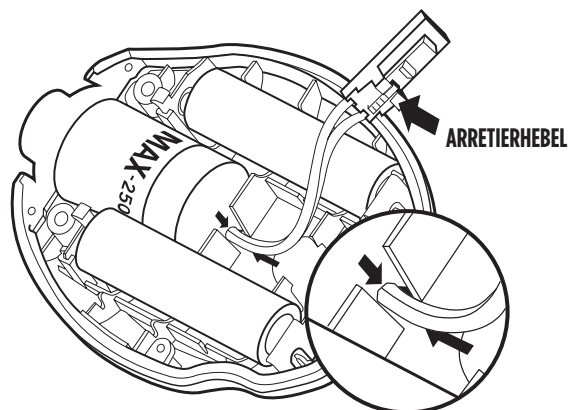

ABBILDUNG 3
**HILFREICHER HINWEIS:** Den neuen Sensor so einlegen, dass der rote Pfeil am Sensor mit der Ausrichtung des Pfeils in der hinteren Gehäusehälfte übereinstimmt. An der hinteren Gehäusehälfte befindet sich ein kleiner Vorsprung, an dem der Sensor einrasten muss, wodurch verhindert wird, dass sich der Sensor im Gehäuse dreht (siehe Abbildung 3).